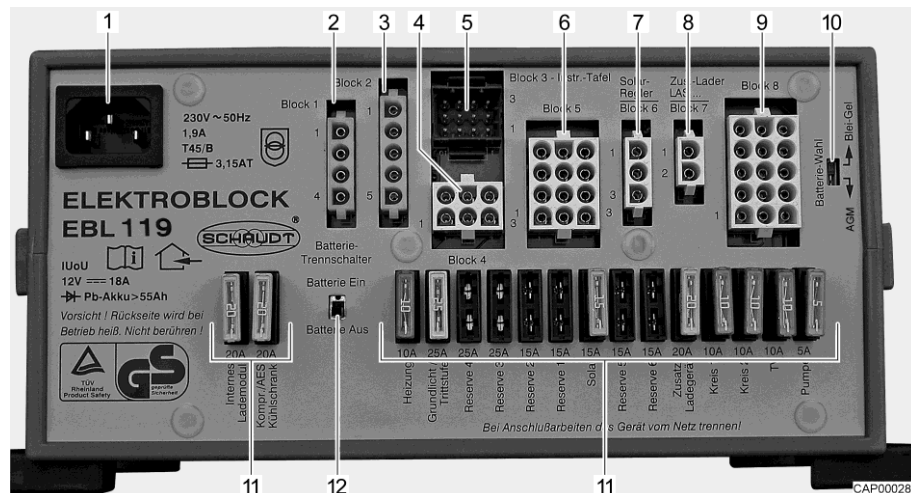

Fig. 203 Bloc électrique (EBL 119, exemple)
- ▷ Le bloc électrique EBL 99 et le bloc électrique EBL 119 sont de même construction, excepté le commutateur de sélection de batterie (Fig. 203,10).